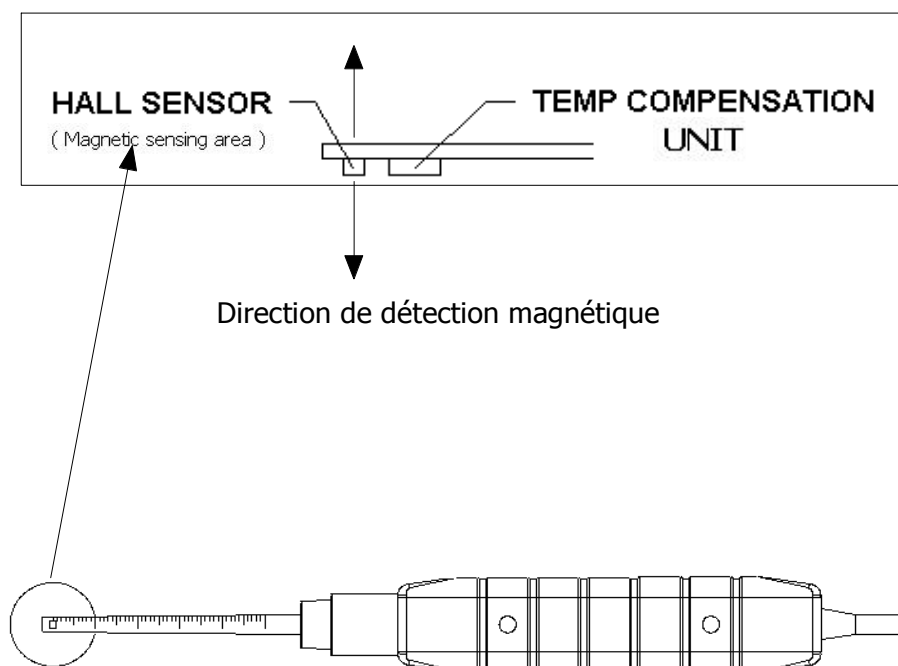

FIG. 3
4) Lorsqu'on contacte et ferme le matériel d'essai à la tête de la sonde (ver fig. 3), l'écran montrera la valeur du champ magnétique avec l'unité (mG, uT).